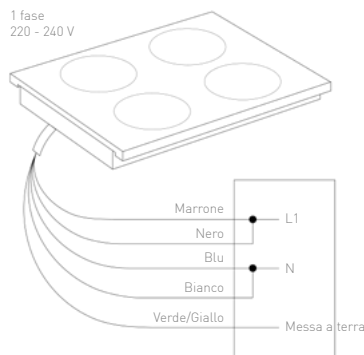

Figura 1
2. Collegare i cavi elettrici del piano a induzione all'interruttore o al quadro di alimentazione della rete domestica. Come indicato nella Figura 1 o nella Figura 2.